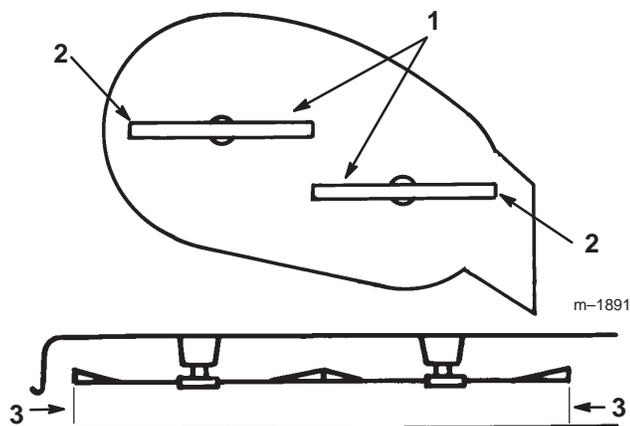

Abbildung 48
3. Vorsichtig die Schnittmesser von einer Seite zur anderen drehen (Abb. 48). Den Abstand zwischen den äußeren Schneidkanten und der ebenen Oberfläche messen (Abb. 48). Wenn beide Meßwerte nicht innerhalb von 5 mm (3/16") liegen, ist eine Einstellung erforderlich. Siehe Schritte 4 und 5.